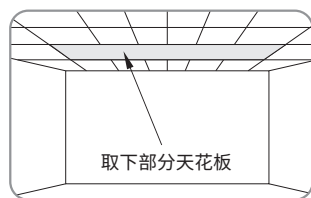
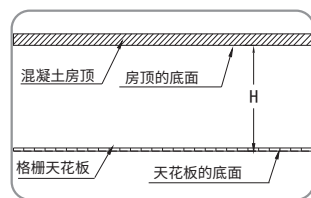

图1
图2
1. 按照用户的投影机参数来选定安装升降架的位置，根据升降架所需安装空间，取下部分天花板(图1)，准确测量混凝土房顶的底面到天花板的底面高度距离  $H$  (图2)